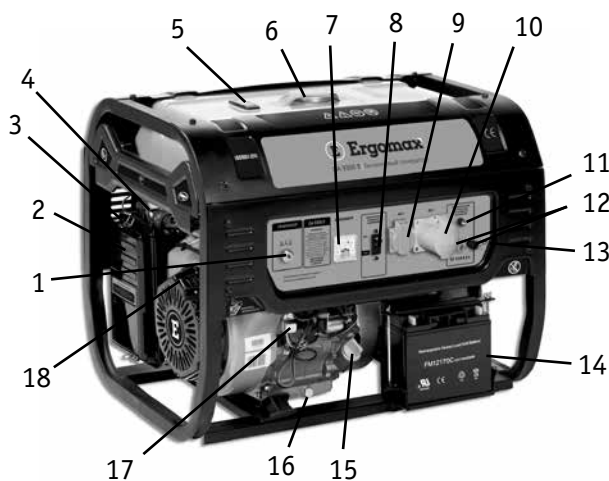

Рис. 1.1
Внешний вид генераторов и расположение элементов управления представлено на **рис. 1.1 и 1.2.**
1. Открутите крышку маслозаправочной горловины (15) (**рис. 1.1**) и вытрите щуп крышки чистой тряпкой (**рис. 2.1**).
Проверьте уровень топлива по шкале уровня топлива (5) (**рис. 1.1**), если уровень топлива низкий, то:
1. Открутите крышку топливного бака (6) (**рис. 1.1**).
ВНИМАНИЕ! Перед пуском двигателя убедитесь, что ни один электроприбор не подключен к генератору, а выключатель выходного напряжения (8) находится в положении «ВЫКЛ» (рис. 1.1).
4. Потяните на себя рукоятку стартера (18) (рис. 1.1), пока не почувствуете натяжение шнура стартера, затем резко дерните рукоятку на себя. Аккуратно верните на прежнюю позицию рукоятку стартера. Повторите несколько раз, пока двигатель не заведется.
- В розетку переменного тока на 16 А (9) (**рис. 1.1**) подключаются потребители, рассчитанные на силу тока до 16 А, в розетку на 32 А (10) (**рис. 1.1**) – потребители рассчитанные на силу тока от 16 до 32 А (эти данные указаны в описании потребителя).